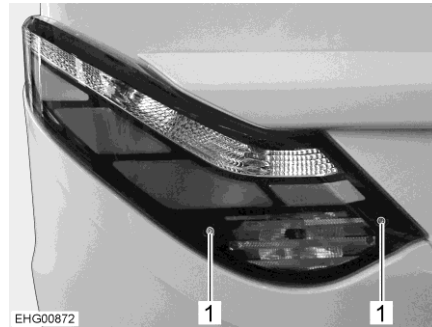

Bild 234 Bakljusenhet
- Lossa insexskruvarna (Bild 234,1).